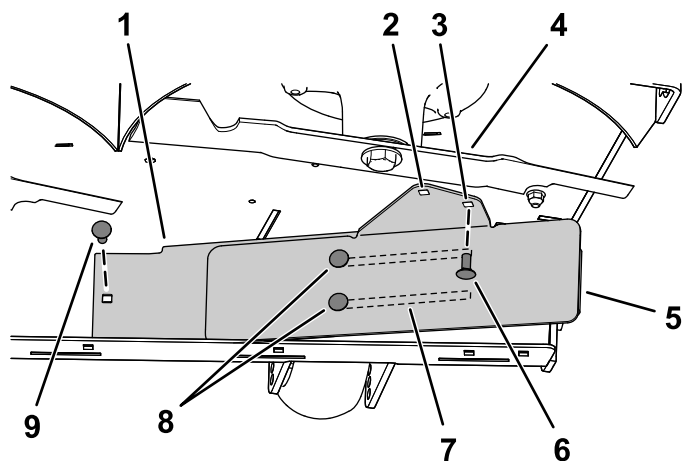

Figura 9
3. Montai partea stângă a deflectorului utilizând un urub de fixare ($\frac{5}{16} \times \frac{3}{4}$ ") i o piuliță cu guler ($\frac{5}{16}$ ") aa cum este indicat în Figura 9.
4. Slăbiți cele 2 uruburi de fixare ($\frac{5}{16} \times \frac{3}{4}$ ") din fantele deflectorului i glisați deflectorul până când orificiul se aliniază cu orificiul de pe puntea mainii de tuns iarba (Figura 9).
5. Montai deflectorul aa cum se arată în Figura 9.
Important: Asigurați-vă că utilizați orificiul corect pentru deflector; consultați Figura 9.
6. Strângeți cele 2 uruburi de fixare ($\frac{5}{16} \times \frac{3}{4}$ ") în fantele deflectorului (Figura 9).